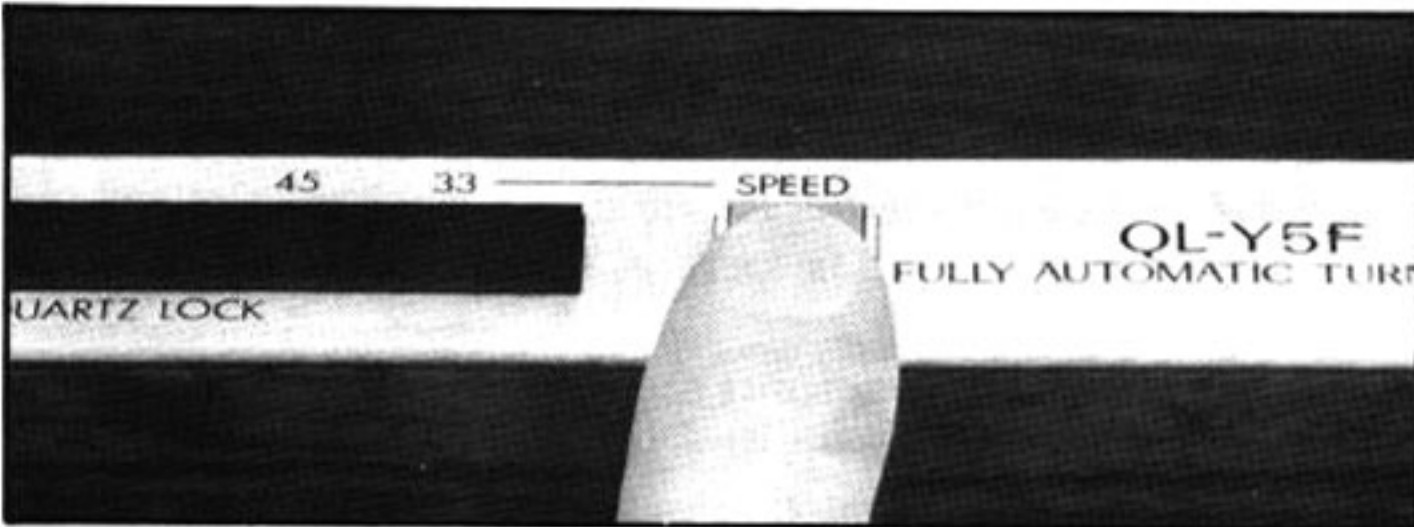

Fig. 22 Abb. 22
3. Select turntable speed with the SPEED switch according to the rpm of the record. (Fig. 22)
4. Stellen Sie den Schalter für die Schallplattengröße (SIZE) entsprechend der Schallplattengröße ein. Abb. 22
4. Placer le commutateur de sélection de taille (SIZE) suivant la dimension du disque. Fig. 22.